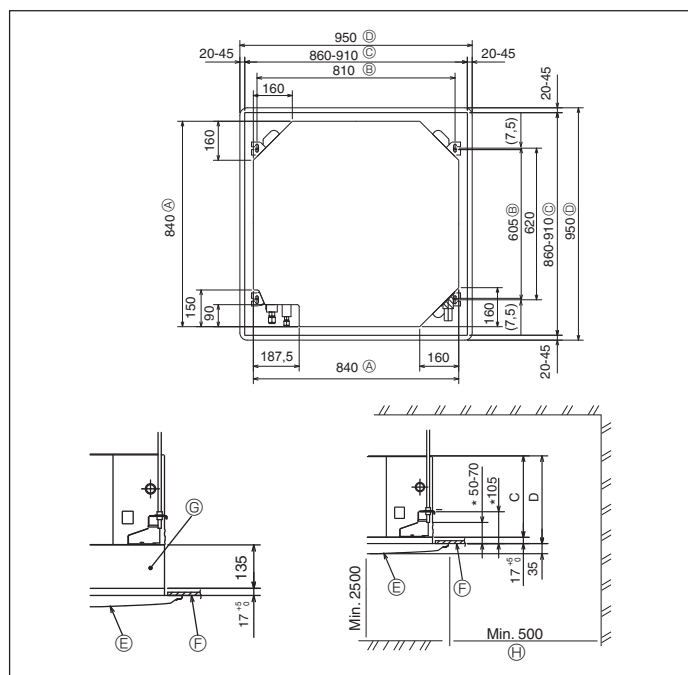

Fig. 3-2
### 3.2. Lage der Öffnungen in der Decke und der Befestigungsschrauben für die Aufhängung (Fig. 3-2)
- Die Abmessungen der Deckenöffnung können innerhalb des in Fig. 3-2 dargestellten Bereichs angepaßt werden. Deshalb ist die Hauptanlage in der Deckenöffnung zu zentrieren und sicherzustellen, daß die jeweils gegenüberliegenden Seiten überall den gleichen Abstand aufweisen.